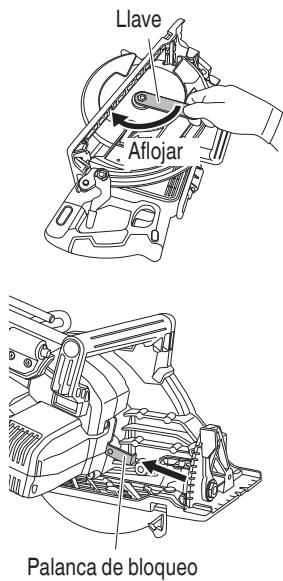

Fig. 15
(1) Ajuste la velocidad de corte al máximo, y coloque la sierra circular como se muestra en la Fig. 15.